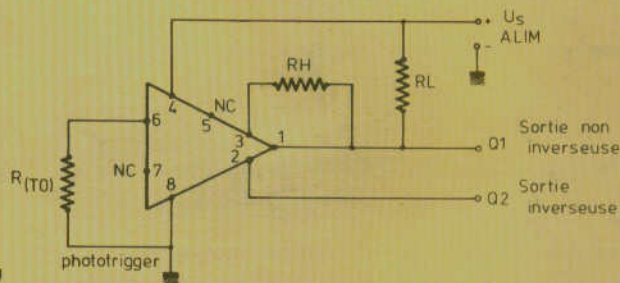
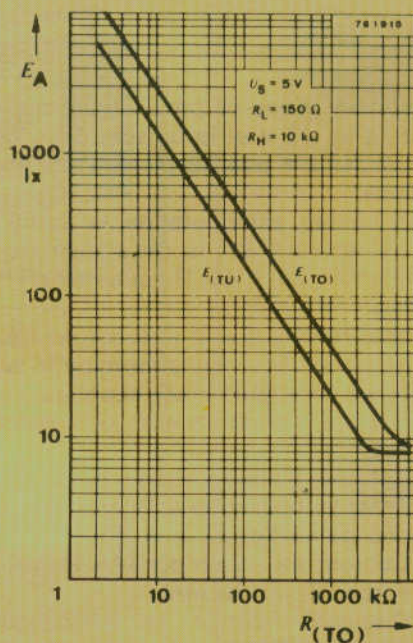

Figure 9
Figure 10
dimensions en millimètres. Pour le branchement des fils 1 à 8 (ce dernier en face du repère) voir le schéma d'application de la figure 9. D'une manière générale le brochage s'effectuera d'après les indications ci-après :
Dans le montage de la figure 9 les deux sorties sont aux points Q_1 (fil 1) et Q_2 (fil 2). Le point 8 est, évidemment, à la masse et le point 4 au + $U_s = +$ ali-
- Sensibilité (voir figure 10) : $R_{(T0)} = \infty$; $R_{(T0)} = 10$ k Ω ; $s_{(T0)} = 5$ l (typ.) ; $s_{(T0)} = 300$ lx (typ.).
Considérons la **figure 10**. En abscisses on a indiqué les valeurs de $R_{i(TO1)}$ (voir aussi **figure 9**) entre $1 \text{ k}\Omega$ et $10\,000 \text{ k}\Omega$ ou $10 \text{ M}\Omega$). En ordonnées on a indiqué les valeurs de E_A entre 1 et $10\,000 \text{ lux}$.
Les conditions de la mesure effectuée sur le montage de la **figure 9**, sont : $U_s = 5 \text{ V}$, $R_L = 150 \Omega$, $R_{ii} = 10 \text{ k}\Omega$. Remarquons que la sortie inverseuse Q_2 n'est pas utilisé et le fil 2 n'est pas connecté.
dans laquelle U_s est en volts, $R_{i(TO1)}$ en $\text{M}\Omega$. La différence ΔE_A est égale à $E_{i(TO1)} - E_{i(TV)}$ (voir **figure 10 et 14 A**).